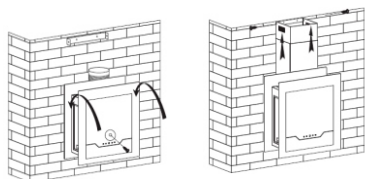

Fig. 1
3.6.1 - A coifa deve ser instalada a uma distância de 700 a 800 mm da superfície de cocção conforme mostrado na (Fig. 1).
Medidas em milímetro Fig. 1